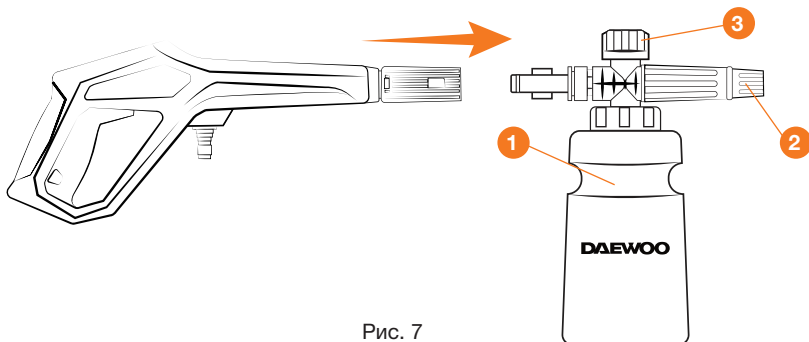

Рис. 7
- Наполните подготовленным моющим средством пеногенератор **1** из комплекта поставки и присоедините его к пистолету (Рис. 7).